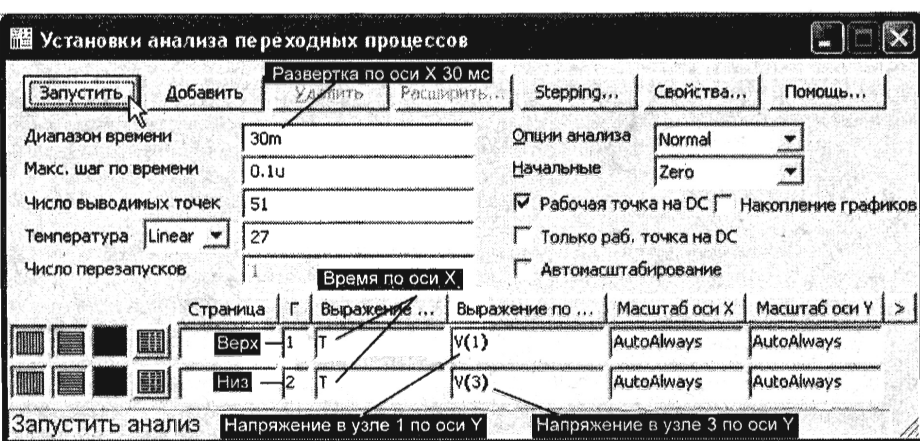
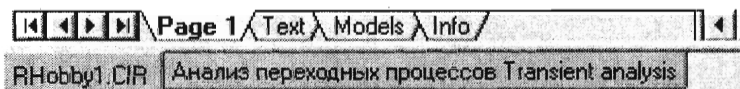
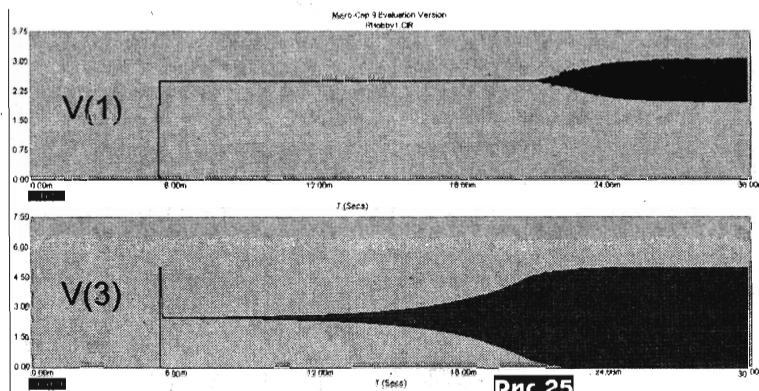

Рис.23
Рис.24
Рис.25
**Моделирование** начинается с нажатия клавиш <Alt+1> или с входа в меню: «Анализ-Анализ переходных процессов». Далее необходимо откорректировать надписи согласно **рис.23** и нажать на экранную кнопку «Запустить». Теперь как можно быстрее вернуться обратно в окно схемы, выбрав закладку «RHobby1.CIR» внизу экрана (**рис.24**), и мышью «включить» тумблер S1. Тем самым генераторная схема получает питание и «толчок» запуска. Через несколько десятков секунд на экране виртуального осциллографа «проявится» искомая картинка (**рис.25**).
При высокой добротности кварцевого резонатора ZQ1 необходимо увеличить при моделировании время на рис. 23 по оси X с 30 до 50...100 мс, чтобы гарантированно дожидаться начала генерации. У керамических резонаторов, наоборот, добротность Q задается низкой, например, 2000, и генерация у них начинается почти без задержек во времени.